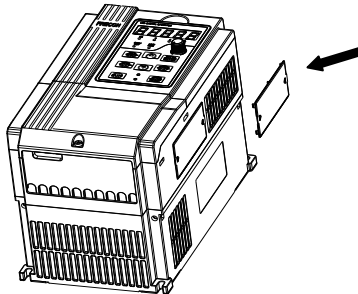

图 3-8 安装和拆卸防尘盖示意图
- 安装防尘盖:将防尘盖如图 3-8 所示方向平行垂直压入到上壳（四周无翘起即安装到位）。